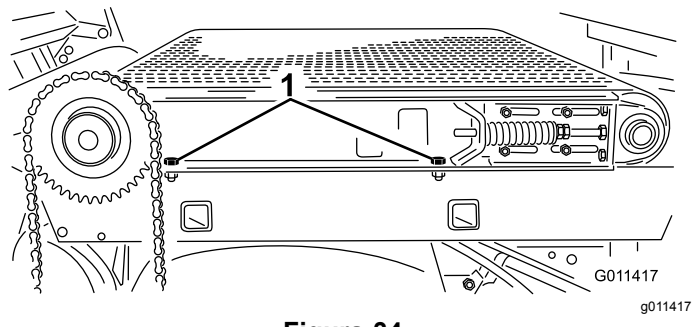

Figura 34
6. Desaperte os dois parafusos, anilhas e porcas no lado direito da máquina, prendendo a plataforma corrediça à estrutura (Figura 34). Certifique-se de que os parafusos e porcas estão suficientemente soltos para permitir a inclinação da plataforma corrediça.